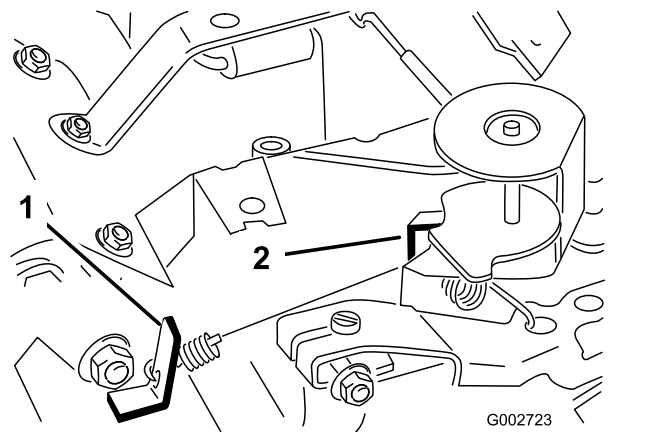

Рисунок 40
3. Отогните язычок пружинодержателя управляемых оборотов холостого хода (Рисунок 40) так, чтобы получить малую частоту холостого хода в пределах от 1 675 до 1 175 об/мин.
6. Отогните язычок пружинодержателя высоких оборотов (Рисунок 40) так, чтобы получить высокую частоту 3 350 – 3 450 об/мин.